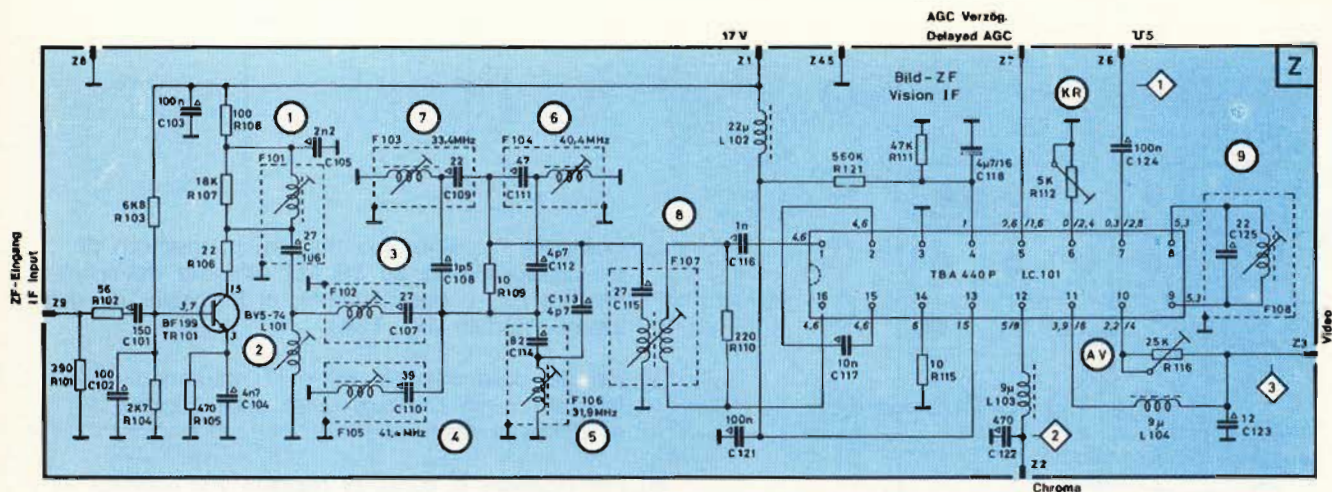

Fig. 134 - Circuiti contenuti nel modulo Z, amplificatore F.I. video.
Il selettore di canali è stato separato elettricamente dall'amplificatore F.I. del televisore grazie ad un transistor (TR 101 - BF 199) presente nel modulo dell'amplificatore F.I. video (fig. 134). Pertanto, nel caso si dovesse sostituire il selettore, non occorrerà ritarare anche l'amplificatore F.I. video ma effettuare soltanto il controllo della curva di risposta del selettore. Ciò potrà essere fatto più semplicemente controllando direttamente la curva di risposta totale selettore + amplificatore F.I., supponendo ovviamente che quest'ultimo sia stato previamente correttamente tarato. In altre parole, possiamo dire che, in questa maniera, la curva di risposta del selettore viene controllata indirettamente sulla curva di risposta della F.I.
- 2) Si attenerà il circuito accordato (9) collegato tra i piedini 8/9 del c.i. TBA 440 mediante un resistore da 82 Ω (fig. 134).
- 5) Il segnale F.I. del vobulatore verrà applicato tramite una sonda (fig. 129) sul punto di misura (MP) del selettore (fig. 130) mentre la sonda dell'oscilloscopio verrà applicata, tramite un resistore da 10 k Ω , alla connessione Z2 (Chroma) del modulo F.I. video (fig. 134). La curva di risposta (fig. 131) dovrebbe avere un'ampiezza di circa 2 V da picco a picco.
L'amplificatore F.I. (fig. 134) ha al suo ingresso il secondario del filtro passa-banda (il primario si trova sul selettore di canali). In parallelo all'ingresso si trovano inoltre le seguenti trappole:
- 1) collegare il vobulatore all'ingresso dell'amplificatore F.I. e precisamente sul terminale Z9 del relativo modulo (fig. 134) tramite la rete di adattamento già usata per la taratura del selettore (vedi fig. 129).
- 2) Collegare l'oscilloscopio tramite un resistore di disaccoppiamento da 10 k Ω all'uscita dell'amplificatore F.I., e precisamente, al terminale Z2 dello stesso modulo (fig. 134)
- 3) I nuclei delle trappole (5) e (7) andranno tarati (avvitati) verso l'interno, quelli delle trappole (4) e (6) verso l'esterno.